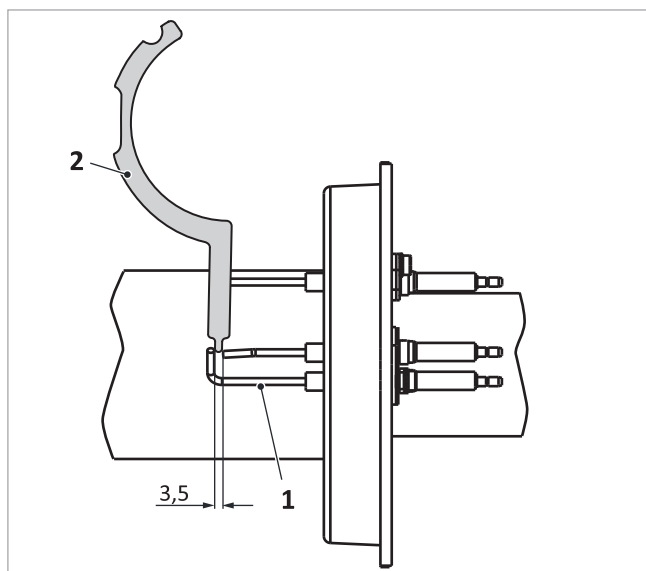

Fig. 114: Distanza tra elettrodi e massa dell'elettrodo di accensione
1. Verificare le distanze dell'elettrodo di ionizzazione con l'ausilio del calibro per elettrodi → fig. 114 (2) (eventualmente correggere piegando con attenzione).
- elettrodi tra loro → fig. 114 (1): 3,5 mm